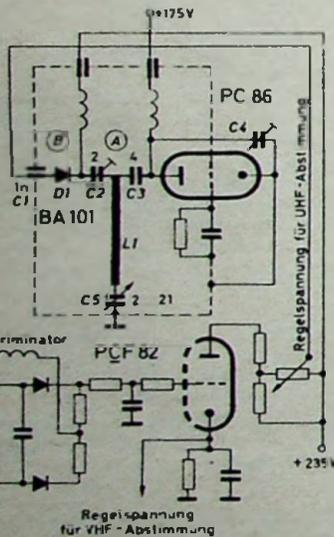
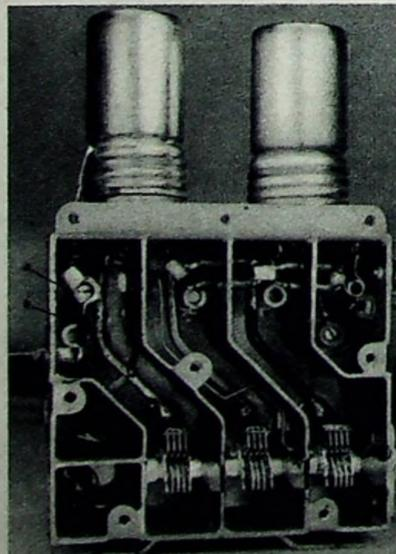
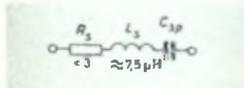

Bild 1. Schaltbild des UHF-Oszillators mit ZF-Diskriminator und Regelspannungsverstärker
Bild 2. Räumliche Anordnung des UHF-Tuners mit kapazitiv angekoppelter Verstimmdiode BA 101; a Ankoppeltrimmer, b Verstimmdiode BA 101
Bild 4. Ersatzschaltung der BA 101 für hohe Frequenzen nach Angaben des Herstellers
Das Schaltbild des UHF-Tuners mit kapazitiv angekoppelter Verstimmdiode D1 zeigt Bild 1. Die räumliche Anordnung geht aus Bild 2 hervor. Als UHF-Tuner wird ein handelsüblicher Typ der NSF mit Koaxialleiterschwingkreisen verwendet. Die Verstimmdiode D1 wird mit einem kleinen Trimmerkondensator C2 an den Koaxialleiter L1 im Oszillatorkreis angekoppelt. Die für die Verstimmung der Diode erforderliche Regelspannung wird einem Diskriminator, der auf die Bildträger-ZF abgestimmt ist, entnommen und mit dem Triodensystem einer PCF 82 verstärkt. An der Anode dieser Verstärkerröhre steht eine Regelspannung von $0 \dots 40$ V zur Verfügung.
1) Berechnung des Scheinwiderstandes des zwischen den Punkten A und B (Bild 1) liegenden Zweiges, bestehend aus der Verstimmdiode und der Ankoppelkapazität, und Bestimmung der äquivalenten Kapazitätsänderung beim Regeln der Diode für die beiden Endfrequenzen 510 und 830 MHz;
Das Ersatzschaltbild der Diode ist aus Bild 4 ersichtlich. Bei kürzester Leitungsführung hat die Diode D_1 (Bild 1) eine Induktivität von $7,5 \cdot 10^{-3}$ H. Die zusätzliche Induktivität des Trimmers C_2 und des 1-nF-Durchführungskondensators C_1 kann mit $2 \dots 3 \cdot 10^{-3}$ H angenommen werden, so daß die Gesamtinduktivität etwa $10 \cdot 10^{-3}$ H ist. Die Kapazität des Ankoppeltrimmerkondensators ist 2 pF. Die Kapazität des Durchführungskondensators ist dagegen so groß, daß sie vernachlässigt werden kann. Bei diesem Wert von 2 pF für C_2 handelt es sich um die reine Koppelkapazität (ohne Erdkapazität).
Somit bewirkt die veränderbare Diodenkapazität an den Punkten A und B (Bild 1) eine äquivalente Kapazitätsänderung bei 510 MHz